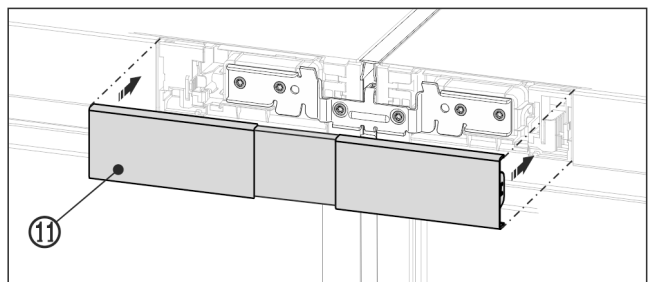

Fig. 24 Példaként szolgáló ábrázolás
- Pattintsa a felső fedelet Fig. 24 (11) a két kezelőrésszel még nyitott hézagába. Ügyeljen arra, hogy a fedél külső oldalai pontosan lezárják a kezelőrésszel nyílását.